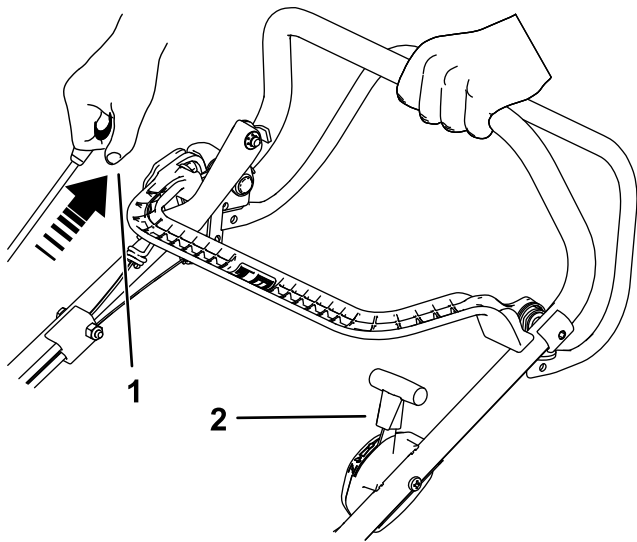

Bild 14
2. Ziehen Sie leicht am Rücklaufstartergriff, bis Sie einen Widerstand spüren. Ziehen Sie ihn dann kräftig durch. Wenn der Motor startet, bringen Sie die Gasbedienung wieder langsam in die Position FAST, wenn Choke eingelegt war (Bild 14).